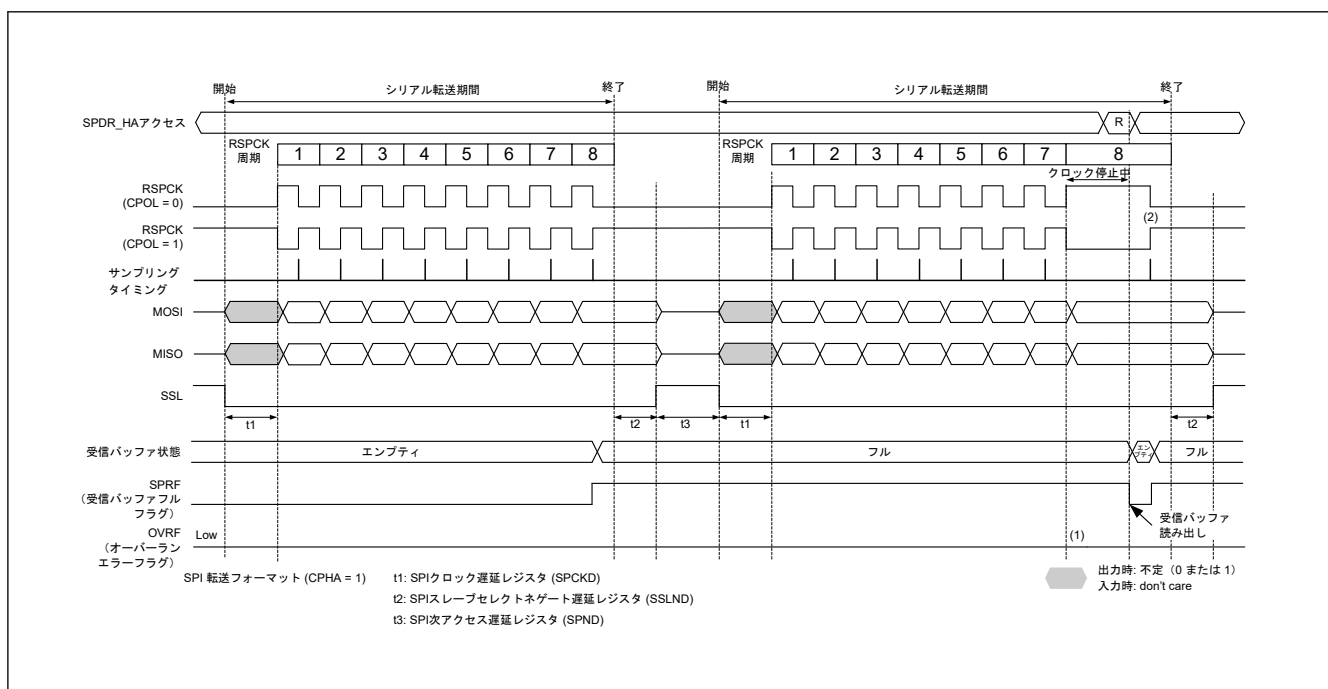
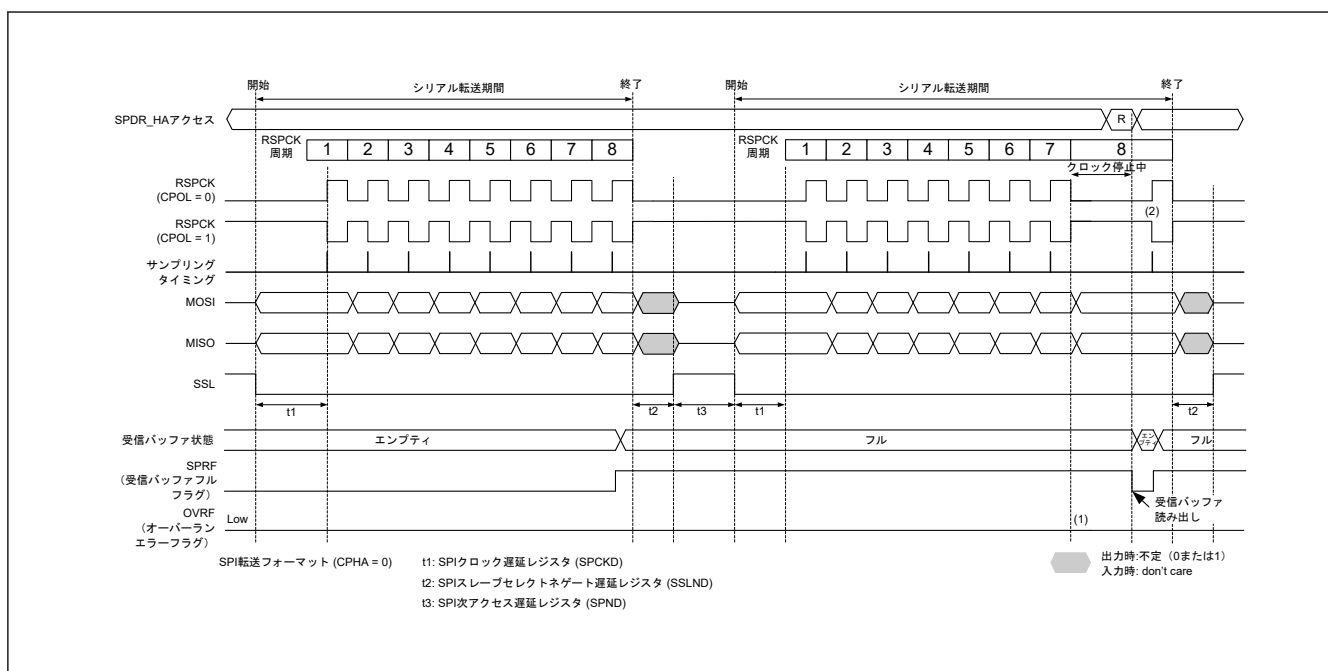

図 31.40 マスタモードの受信バッファフルの状態でのシリアル転送が継続するときのクロック停止波形 (CPHA = 1)
図 31.41 マスタモードの受信バッファフルの状態でのシリアル転送が継続するときのクロック停止波形 (CPHA = 0)
マスタモードで RSPCK 自動停止機能を有効 (SPCR2.SCKASE = 1) にした場合は、オーバーランエラーが発生しません。図 31.40 と図 31.41 に、マスタモード時の受信バッファフルの状態でのシリアル転送が継続するときのクロック停止波形を示します。
以下に、図 31.40 および図 31.41 の (1)、(2) に示したタイミングでのフラグ動作を説明します。